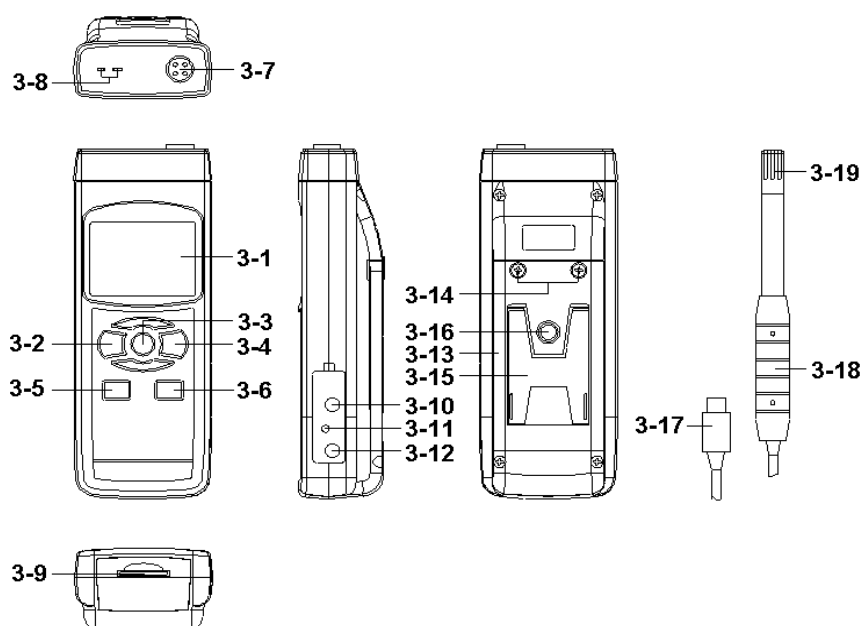

Fig.1
1) Acenda o medidor pressionando momentaneamente a “Tecla Acender (3-2, Fig. 1).
* Pressionando continuamente durante 2 segundos a “Tecla Acender” (3-2, Fig.1), o medidor apaga-se.
Pressionando continuamente a tecla “Função” (3-3, Fig.1) a tela mostrará a sequencia de texto seguinte:
Até que na tela apareça o modo desejado (Função) não solte a tecla “Função” (3-3, Fig.1), o medidor executará esta função.
b. Conecte o "Plugue da sonda" (3-17, Fig. 1) na " Tomada do plugue da sonda" (3-7, Fig. 1).
Acenda o medidor pressionando o "Botão Acender" (3-2, Fig. 1). Na tela LCD aparecerá a unidade "%H.r" e "°C ou °F" ao mesmo tempo que o valor da medição (na **tela superior** aparecerá o valor da Umidade **e na tela superior** o valor da temperatura).
b. Não instale a “Sonda” (3-17, Fig.1) no plugue da sonda (3-7, Fig.1)
c. Conecte a sonda de temperatura de termopar (sonda de temperatura opcional Tipo K ou J) no plugue da “tomada de entrada da sonda Tipo K/J” (3-8, Fig.1). Na tela aparecerá o valor da medição tomada pela sonda de temperatura.
Durante a medição, pressione a "Tecla Hold" (3-3, Fig. 1) para manter o valor da medição e na tela LCD aparecerá o símbolo " HOLD ".
- 1) A função de gravação de dados guarda as leituras dos valores máximos e mínimos. Pressione uma vez a tecla "REC " (3-4, Fig.1) para iniciar a função. O símbolo " REC " aparecerá na tela.
- a. Pressione a tecla "REC" (3-4, Fig.1) o símbolo "REC MAX" junto com o valor máximo aparecerá na tela. Se pretende apagar o valor máximo, pressione uma vez a " Tecla Hold " (3-3, Fig. 1), e na tela somente aparecerá o símbolo " REC. " enquanto a função de memória executa-se continuamente.
- b. Pressione de novo a "Tecla REC " (3-4, Fig. 1), o símbolo " REC. MIN. " junto com um valor mínimo aparecerão na tela. Se pretende apagar o valor mínimo, pressione a " Tecla Hold " (3-3, Fig. 1) e na tela somente aparecerá o símbolo " REC. " enquanto a função de memória executa-se continuamente
Quando conecte o medidor, a luz de fundo da tela LCD acende-se automaticamente. Durante a medição pressione uma vez a "Tecla Backlight" (3-2, Fig. 1) para apagar a luz de fundo.
Prepare um cartão de memória SD (de 1 GB até 16 GB), insira o cartão SD na ranhura do cartão " (3-9, Fig. 1). A parte dianteira do cartão SD deverá estar virada para a tampa inferior.
Pressione uma vez a tecla " REC" (3-4, Fig. 1) e aparecerá na tela LCD o texto "REC", depois pressione a "Tecla Logger" (3-6, Fig. 1), e o símbolo " REC " piscará enquanto os dados de medição e a informação horária são guardados no circuito da memória.
Durante a execução da função de Datalogger, pressionando uma vez a tecla " Logger " (3-6, Fig. 1), deter-se-á a função de Datalogger (deixará de guardar os dados de medição no circuito de memória temporariamente). Ao mesmo tempo o texto " REC " deixará de piscar..
Pressionando uma vez mais a "Tecla Logger" (3-6, Fig. 1), o datalogger executa-se de novo e o texto " REC " piscará na tela.
Enquanto a função Datalogger está detida, pressione continuamente pelo menos durante dois segundos a tecla " REC " (3-4, Fig. 1). A indicação " REC " desaparece e finaliza-se a função datalogger.
Pressione uma vez a tecla " REC (3-4, Fig. 1), na tela aparecerá o texto " REC ", depois pressione uma vez a tecla " Logger "(3-6, Fig. 1), o símbolo REC piscará e o biper soará uma vez ao mesmo tempo que os dados de medição com a informação horária são guardados no circuito de memória. A tela inferior mostrará a Posição (Localização) e também fica guardada no cartão SD.
Durante a execução do datalogger manual, pressione a tecla " ▲ " (3-5, Fig. 1) e o número inferior (nº de posição) piscará. Pode-se usar a tecla " ▲ " (3-6, Fig. 1) ou " ▼ " (3-5, Fig. 1) para ajustar a posição da medição (de 1 até 99, por exemplo do compartimento 1 até ao compartimento 99) para identificar a localização da medição, a tela inferior mostrará P x (x = de 1 a 99). Depois de selecionar o número de posição pressione a tecla "Enter" (3-4, Fig. 1) para confirmar.
Pressione continuamente durante pelo menos 2 segundos a tecla " REC " (3-4, Fig. 1), a indicação " REC " desaparecerá e finaliza-se a função datalogger.